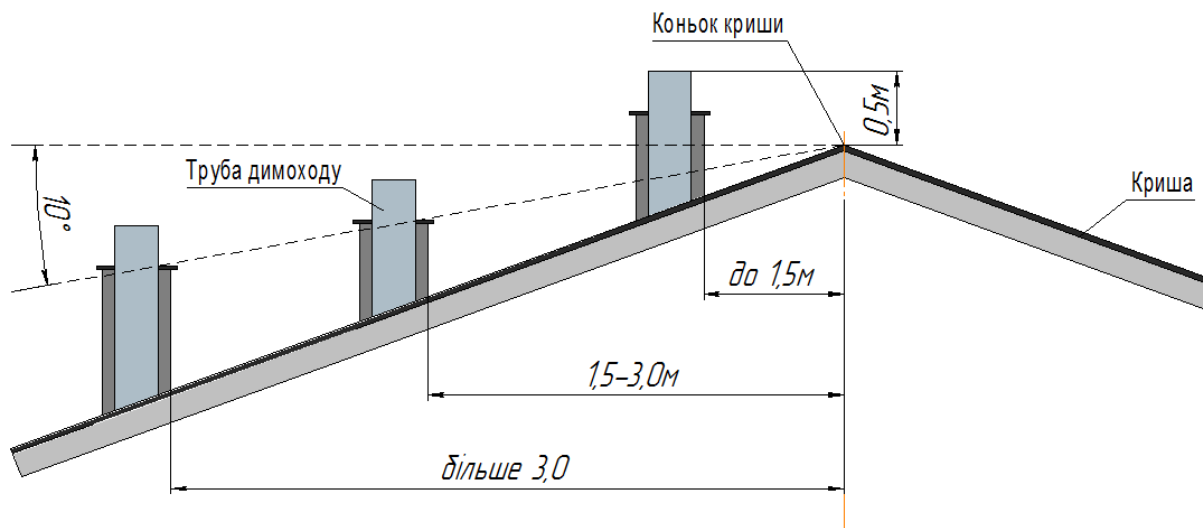

Рис.7 Рекомендована схема розміщення димової труби над гребеня даху.
6.3.5.3 Димохід повинен забезпечувати вихід димових газів з котла, не створюючи при цьому додаткових опорів (див. Рис.7 та Рис.8).